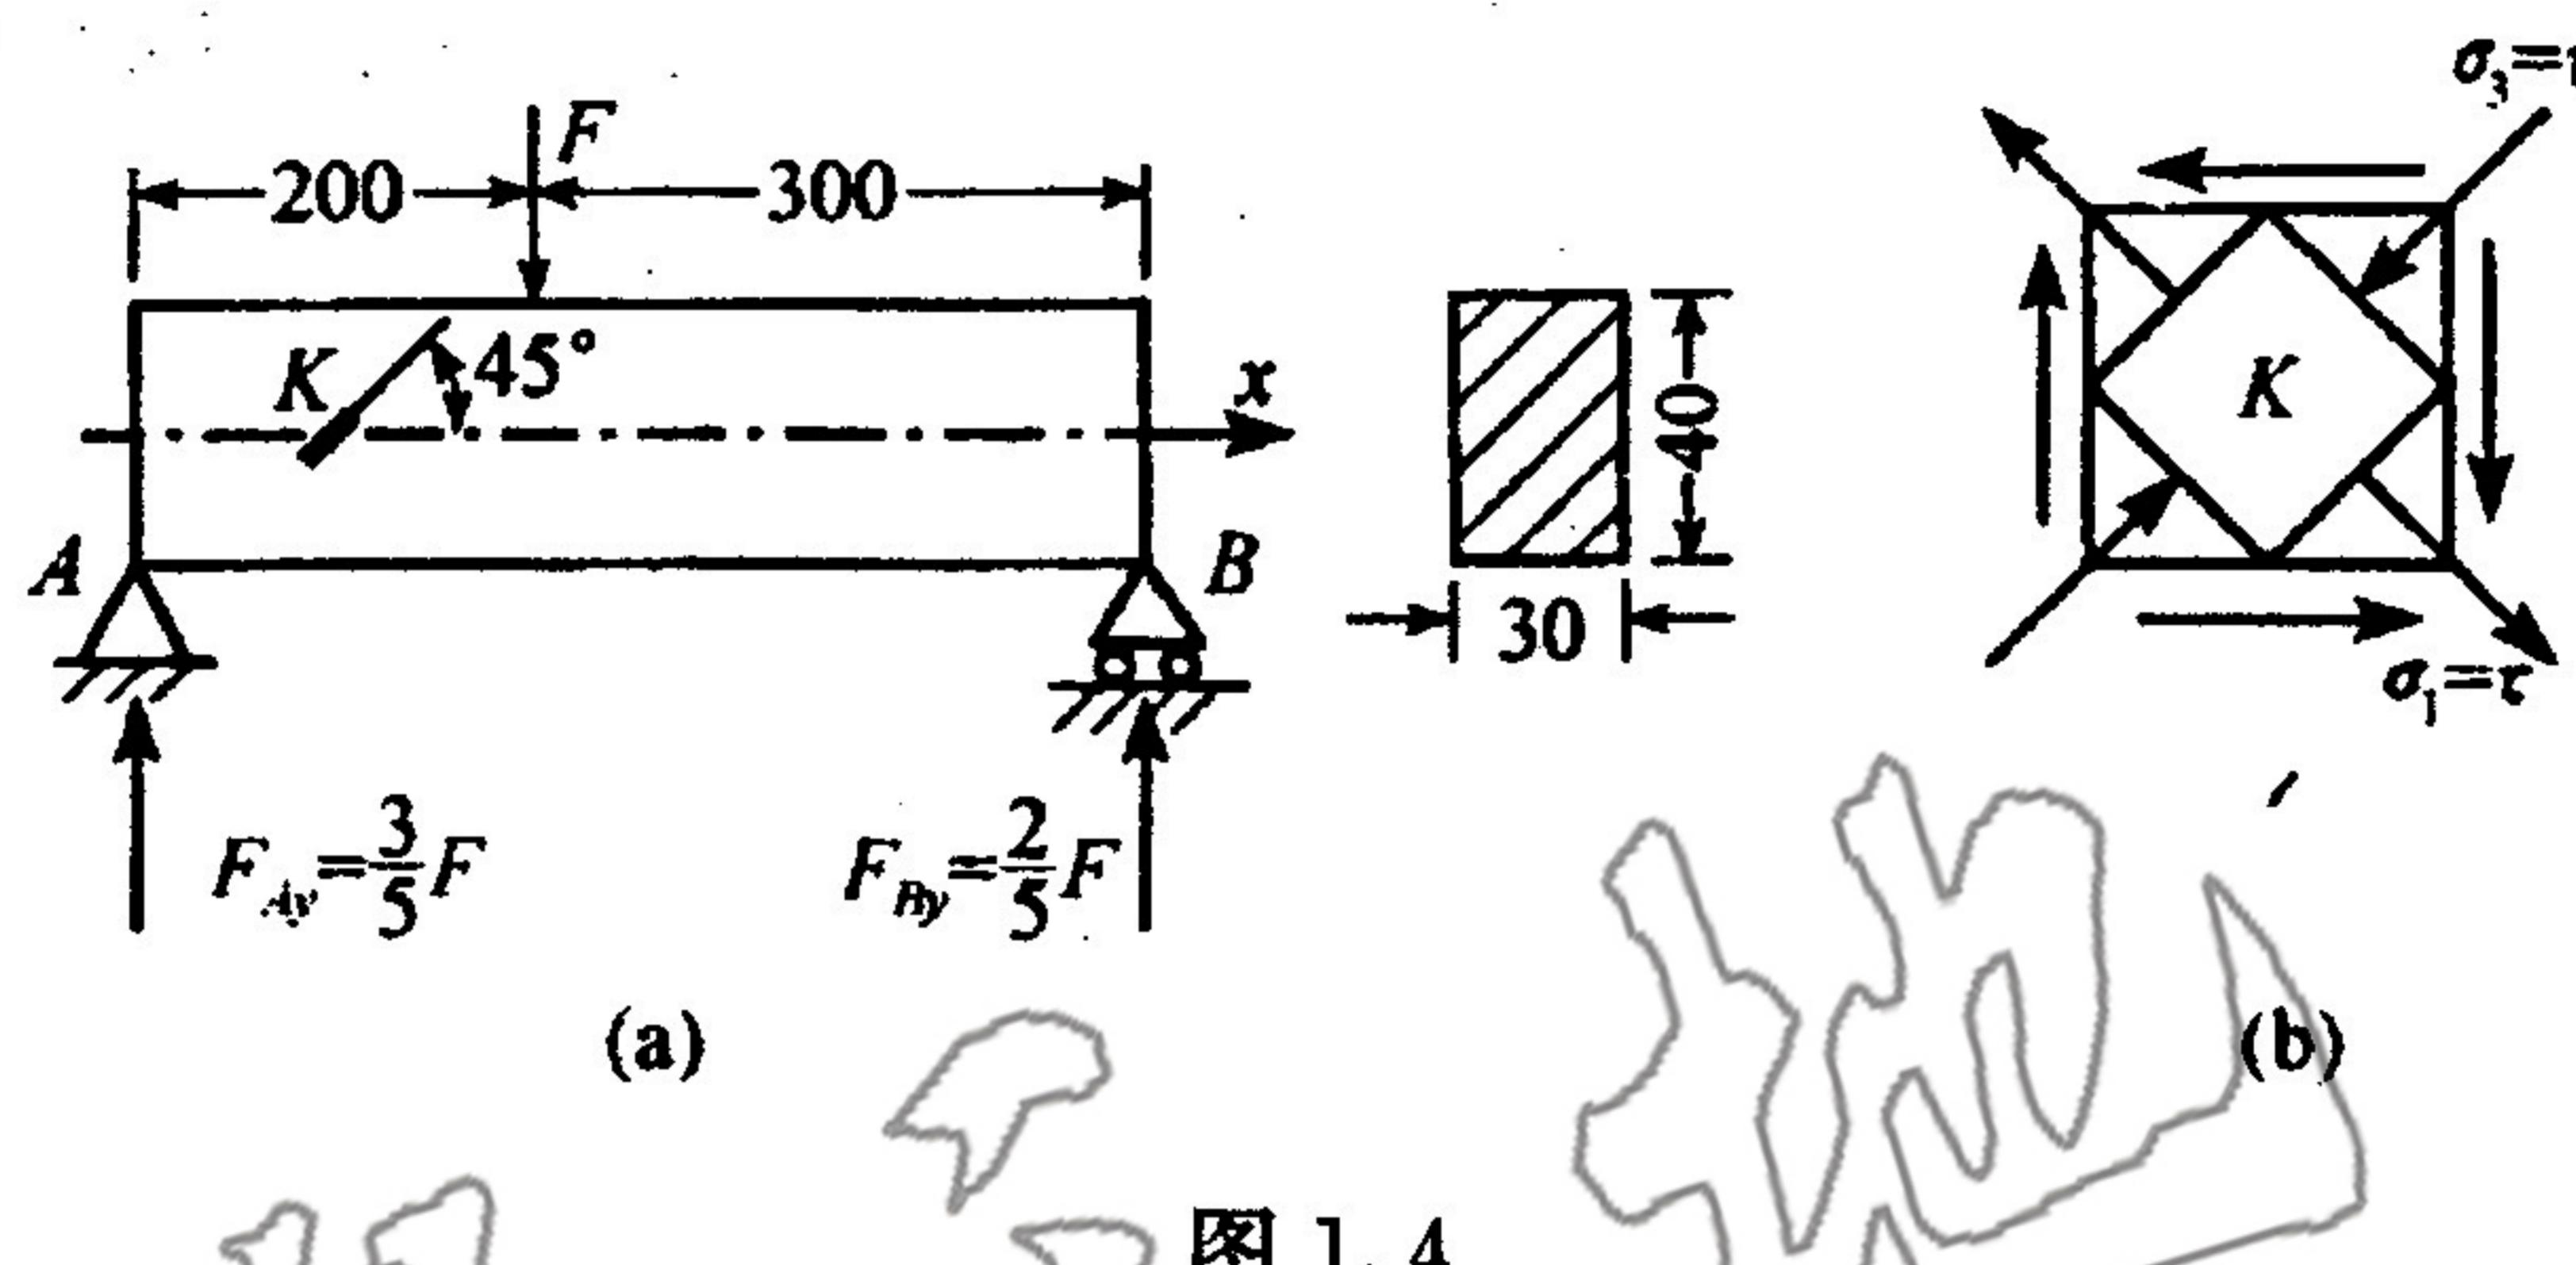

图 1.4
1.4 在图 1.4 所示矩形截面梁中性层 K 点处，沿着与 x 轴成 45° 方向，由电阻应变片测得 $\epsilon_{45^\circ} = -3.25 \times 10^{-6}$ ，已知 $E = 200 \text{ GPa}$, $\mu = 0.3$ ，试求梁上的载荷 F。（15 分）
(1) 确定 K 点的应力状态。题知 K 点处于中性层上，故所取单元体是纯剪切应力状态(图 1.4(b))，且沿土 45° 方位 $\sigma_{45^\circ} = -\tau = \sigma_3$, $\sigma_{-45^\circ} = \tau = \sigma_1$ 。梁为矩形截面，最大切应力产生在中性层上，且